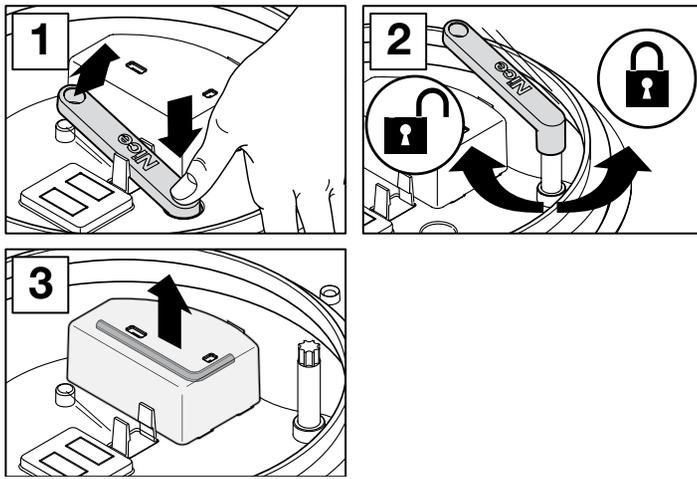
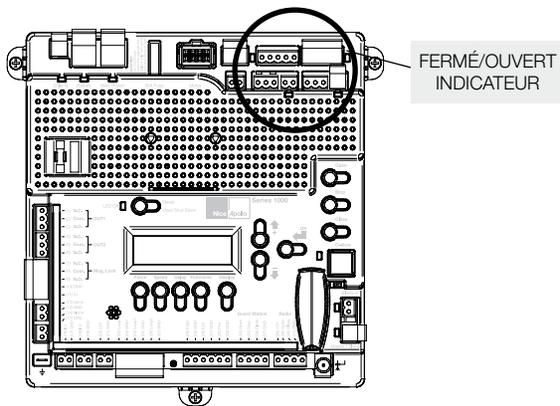
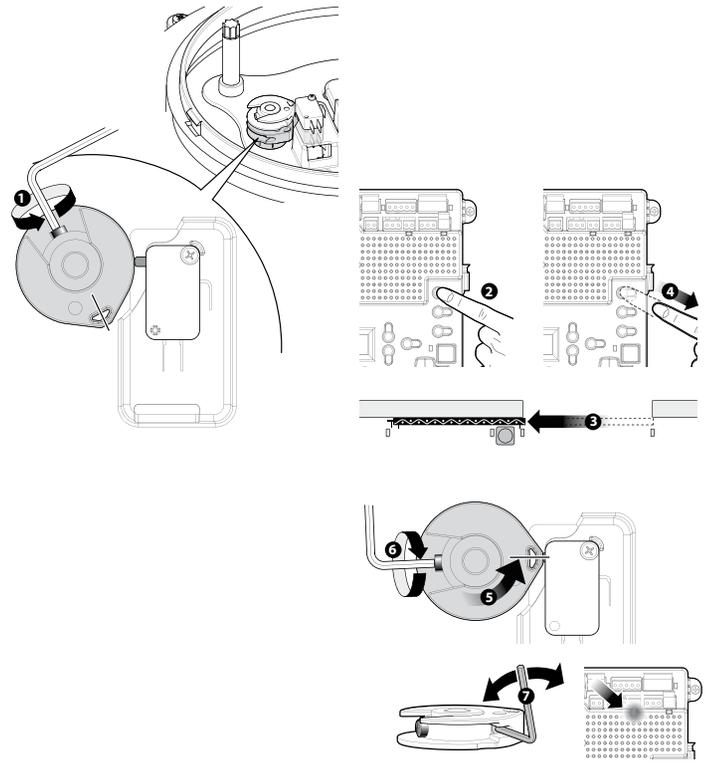
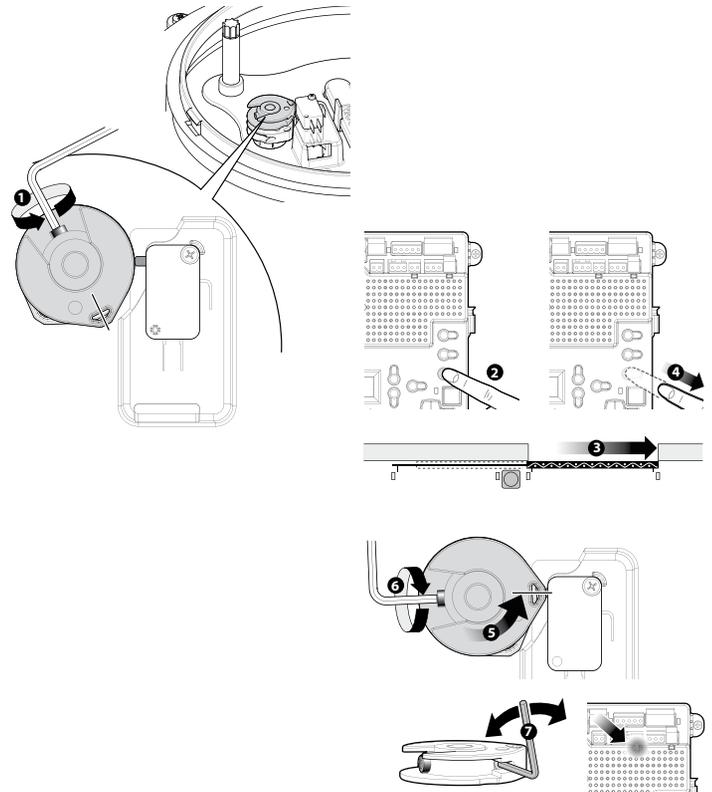

Figure 9 - DÉBRAYAGE MANUEL
Figure 10 - VOYANT LUMINEUX
Figure 11 - INTERRUPTEUR FIN DE COURSE OUVERTURE COMPLÈTE
Figure 12 - INTERRUPTEUR FIN DE COURSE FERMETURE COMPLÈTE
4. Retirer la clé six pans à l'intérieur du couvercle (phase 3 - Fig. 9) puis desserrer les vis sans tête des cames (phase 4 - Fig. 11) de façon à pouvoir les tourner manuellement.
6. Maintenir enfoncée la touche OUVERTURE à l'avant du tableau de contrôle jusqu'à mener le portail en position d'ouverture complète ou jusqu'à la position choisie par l'installateur pour être configurée comme OUVERTURE COMPLÈTE (voir figure 11). Si le portail se déplace dans la mauvaise direction, se reporter au par. 16.0 pour inverser sa direction.
Pour régler l'interrupteur fin de course D'OUVERTURE sur la CAME INFÉRIEURE (voir figure 11) et régler la CAME de l'interrupteur fin de course jusqu'à l'allumage du voyant VERT (voir figure 10) à l'avant du tableau de contrôle. L'interrupteur fin de course D'OUVERTURE COMPLÈTE est désormais configuré. Le maintenir fermement et serrer la vis de réglage au moyen de la clé Allen fournie.
8. Maintenir enfoncée la touche FERMETURE à l'avant du tableau de contrôle jusqu'à mener le portail dans la position de fermeture complète prévue. Une fois le portail dans la position DE FERMETURE COMPLÈTE PRÉVUE position sur la CAME SUPÉRIEURE (voir figure 12) et régler la CAME de l'interrupteur de fin de course DE FERMETURE jusqu'à allumage du voyant ROUGE à l'avant du tableau de contrôle. L'interrupteur fin de course de FERMETURE COMPLÈTE est désormais réglé. Le maintenir fermement et
9. Durant la course de réglage initiale, un réglage fin de l'interrupteur fin de course peut être nécessaire. Chaque CAME d'interrupteur fin de course comprend une vis de réglage fin incorporée qui permet à l'installateur d'effectuer les petits ajustements nécessaires à obtenir la position précise requise du portail. Cette fonction est utilisée après actionnement du portail pour effectuer un réglage fin du point d'arrêt précis. Voir étape 7 Figure 11 et Figure 12.